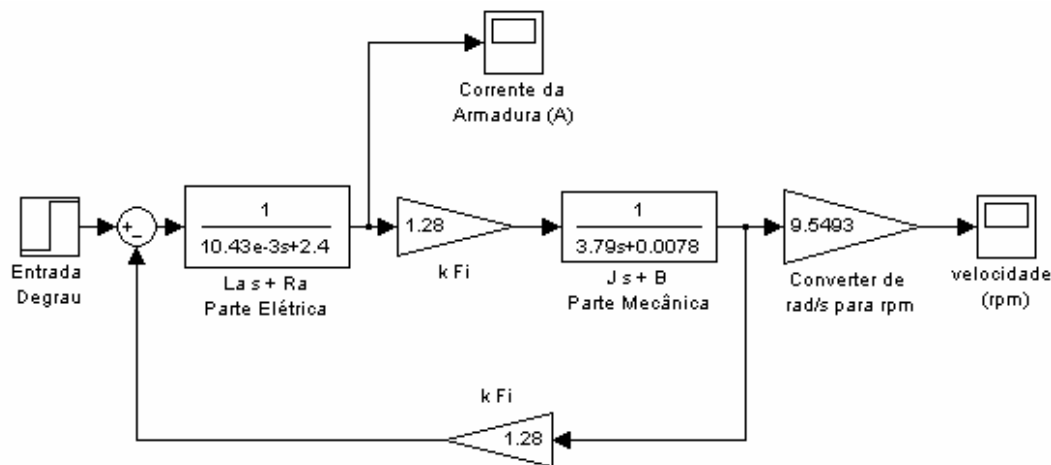

Figura 5 – Diagramas de blocos (SIMULINK) da partida direta de um motor cc.
- 12) Com os parâmetros determinados, escreva as equações dinâmicas para o motor de corrente contínua do laboratório e simule, usando o MATLAB, o comportamento dinâmico do motor para um degrau de tensão de 220 V. Isto é, trace $I_a \times t$ e $\omega \times t$ para uma partida direta do motor cc. Por exemplo, o diagrama de blocos mostrado na figura 5, utilizando o SIMULINK, representa um motor cc com partida direta.